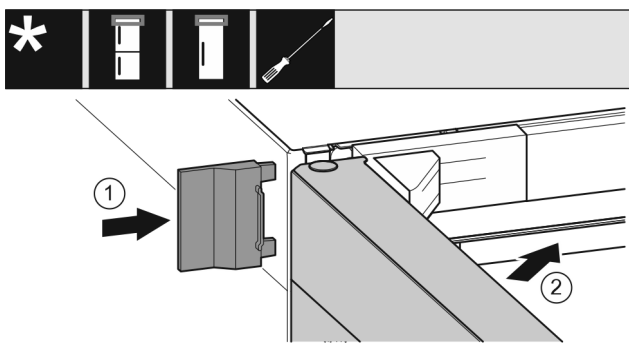

Fig. 24
- ▶ Buitenste afdekking Fig. 24 (1) erop schuiven.
- ▶ Bovenste deur Fig. 24 (2) sluiten.